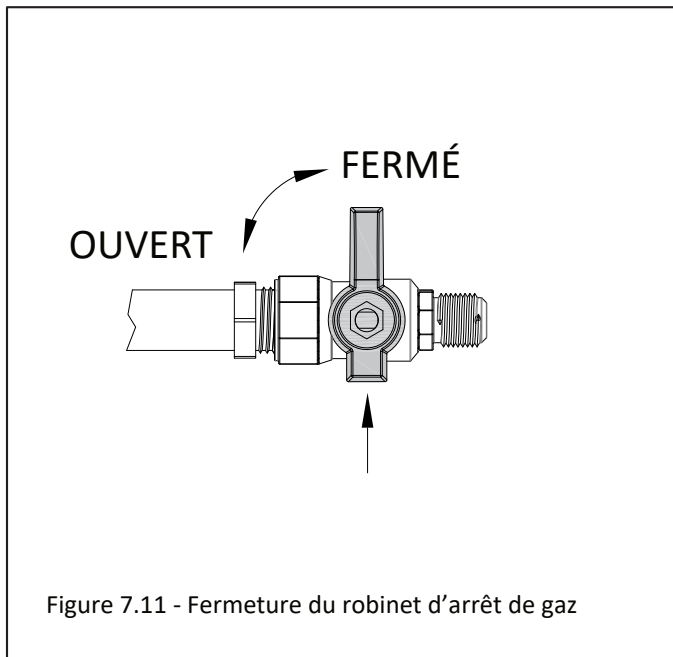

Figure 7.11 - Fermeture du robinet d'arrêt de gaz
1. Coupez toute alimentation électrique à l'appareil. Fermez le robinet d'arrêt manuel principal, situé en amont du raccord d'alimentation de l'appareil. Figure 7.11.